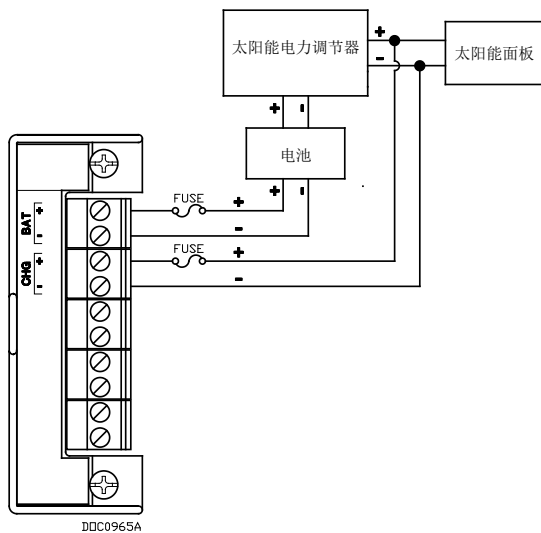

图 6. 12 Vdc 电源和 CHG+ /CHG- 接线
- 如果要监控外部充电电压（仅限 12 V DC 电源输入模块），则将 CHG+ 和 CHG- 接线端子接头接线。请参见图 6。